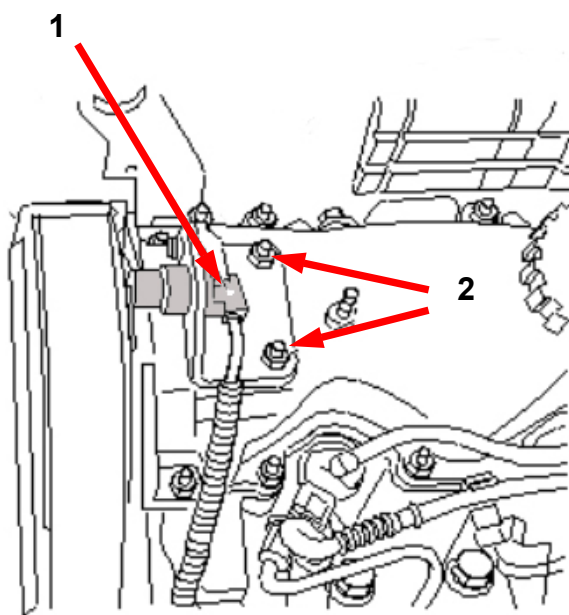

Fig. 1
- Estrarre il connettore del sensore (v. fig. 1 punto 1).
- Svitare i dadi di fissaggio (v. fig. 1 punto 2) e sollevare il supporto.